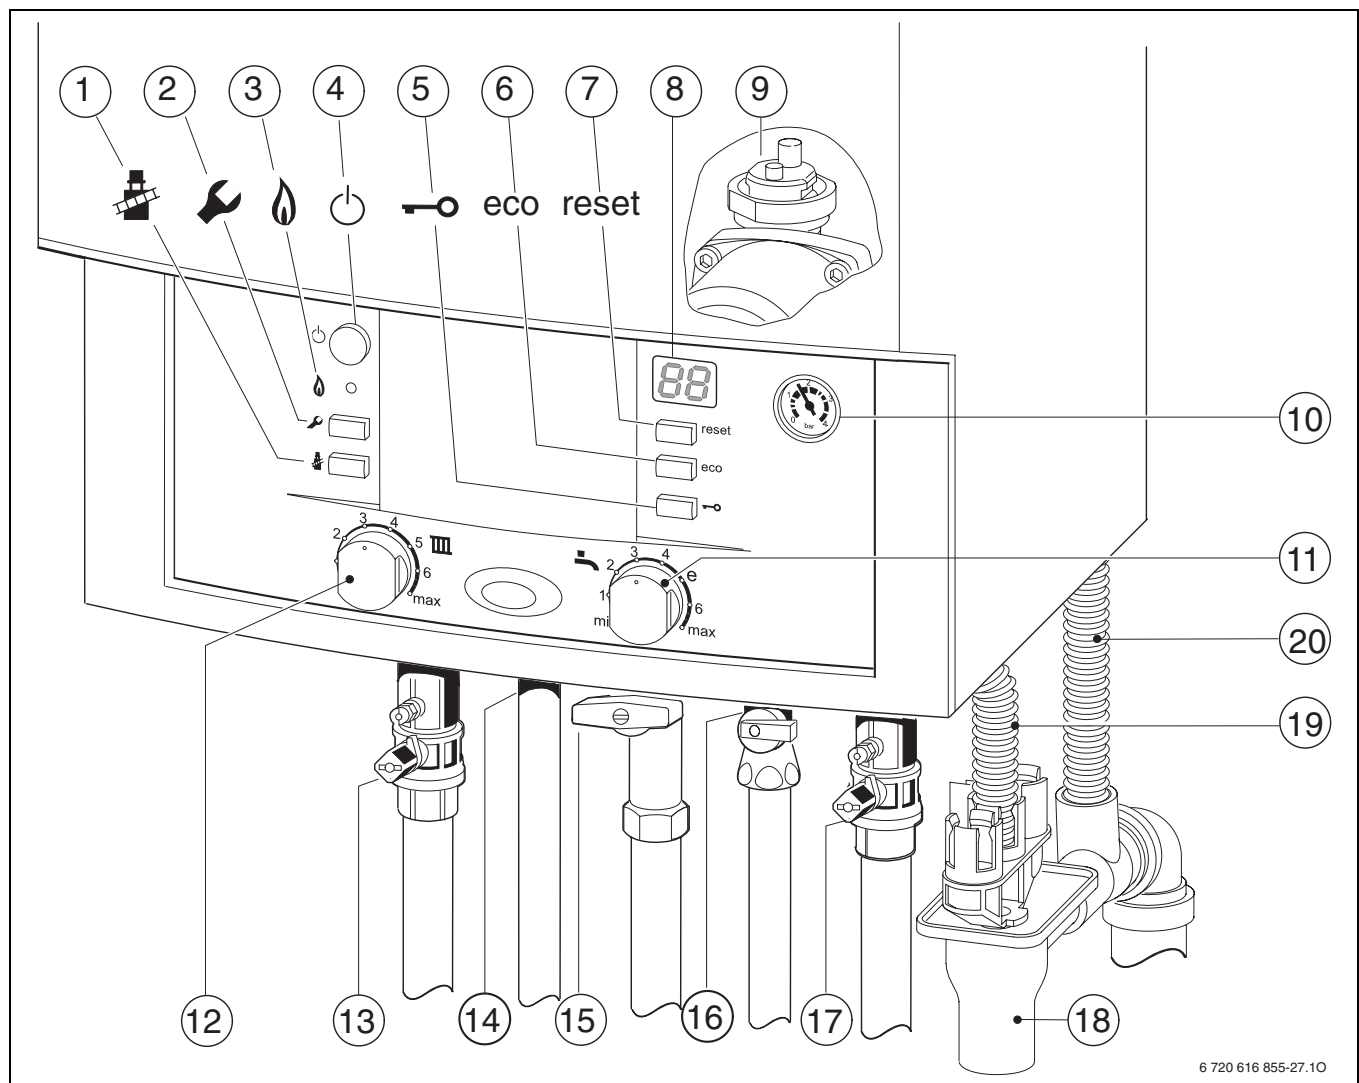

Fig. 62
- Bij toestellen HRC/HRC Turbo Comfort Systeem 65 koud tapwaterkraan (16, afb. 62) openen en een warm tapwaterkraan zolang open houden tot water uittreedt.
- Servicekraan aanvoerleiding en servicekraan retourleiding (13 en 17, afb. 62) openen en CV-installatie op 1-2 bar vullen en vulkraan sluiten.
- Gaskraan (15) openen.